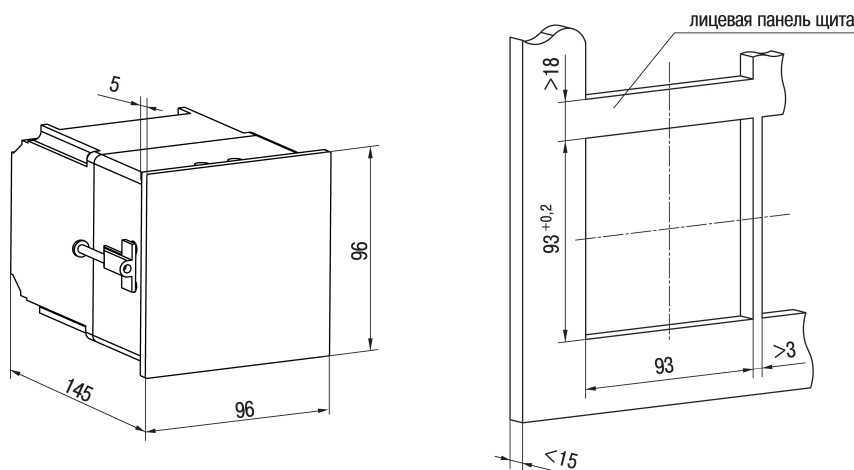

Рисунок 4.2 – Габаритные размеры корпуса Щ4
1. Подготовить на щите управления монтажный вырез для установки прибора (см. рисунок 4.2).